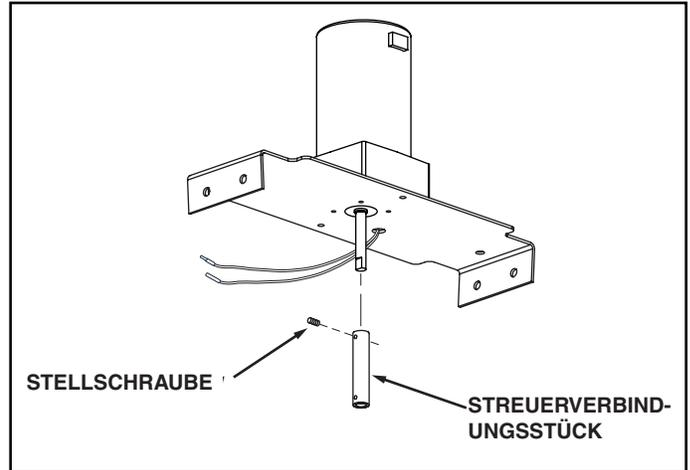

ABBILDUNG 10
14. Montieren Sie das Streuerverbindungsstück auf der Antriebswelle und befestigen Sie es mit der Stellschraube an der flachen Seite der Antriebswelle. Siehe Abbildung 10.